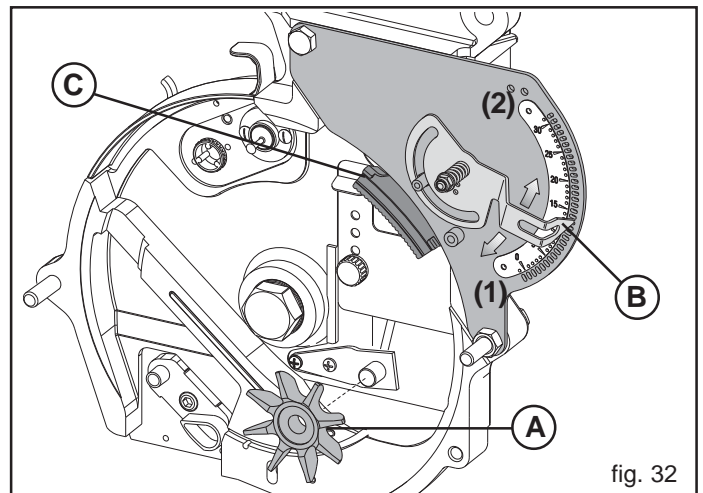

fig. 32
Der Hersteller liefert serienmäßig (abgebaut) den Saatgutrührer für die einzelnen Streuer (A, Fig. 32).
Durch Verstellen des Zeigers (B, Abb. 32) wird ein Läufer (C, Abb. 32) gesteuert, der die Scheibe in der Nähe der Löcher berührt und das Fallen der überschüssigen Samen verursacht. Der Wähler muß bei jedem Scheiben- und Saatgutwechsel eingestellt werden, für kleine Samen in Richtung der niedrigen Zahlen (1, Abb. 32) und für größere Samen in Richtung der höheren Zahlen (2).
WICHTIG: Der Wähler reguliert nicht den Luftdurchsatz im Verteiler. Den Schieber (C, Abb. 32) auswechseln, wenn der Aussaatyp geändert wird (Einzelreihe, Doppelreihe oder Dreifachreihe).